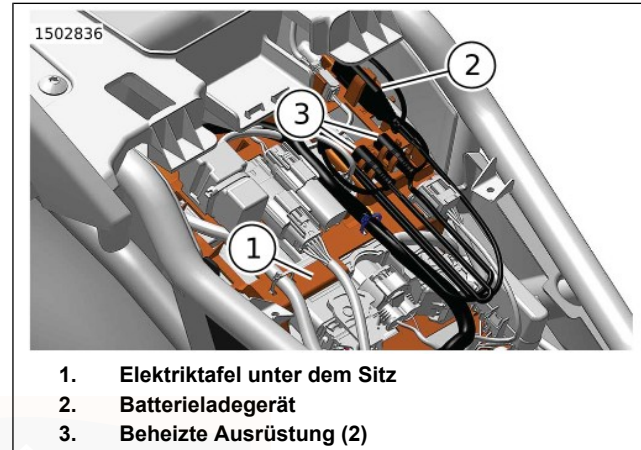

Abbildung 43. Unter dem Sitz
Abbildung 43 Die Steckverbinder für beheizte Ausrüstung (3) befinden sich in der Elektriztafel unter dem Sitz (1). Um Schäden während des Betriebs zu vermeiden, müssen die Steckverbinder für beheizte Ausrüstung ordnungsgemäß verlegt werden.
2. Abbildung 43 Die unter dem Sitz versteauten Steckverbinder für beheizte Ausrüstung (3) aus der Elektriztafel (1) entfernen.